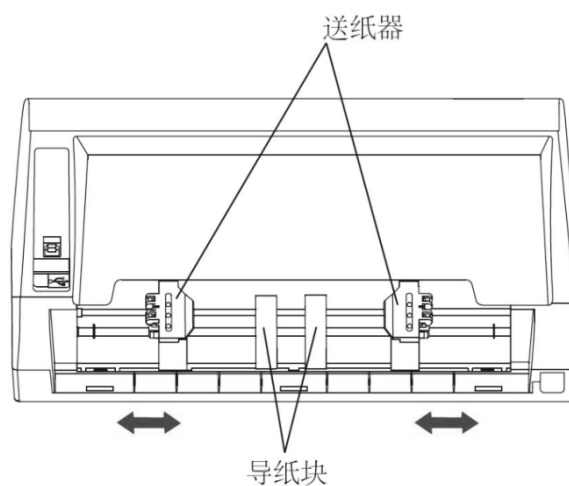

图 4
- 4) 如图 4 所示，打印机后有左右两个链式送纸器，为了支撑打印纸，中间有两个导纸块，以上四个部件可以左右移动。（注意：打印窄纸时将右侧链式送纸器向左移动至适合位置）